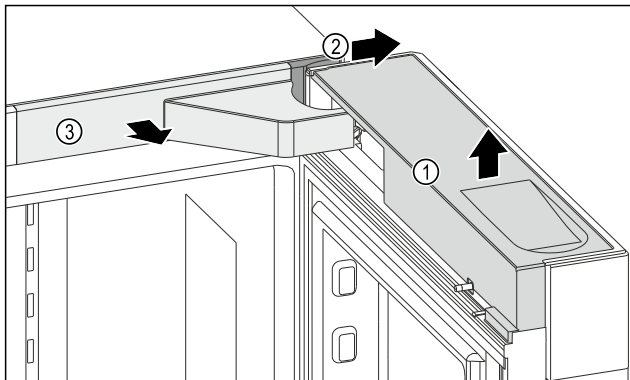

Fig. 11
- ▶ Vegye le a fedelet Fig. 11 (1).
- ▶ Vegye le a fedelet Fig. 11 (2).
- ▶ Vegye le a fedelet Fig. 11 (3).